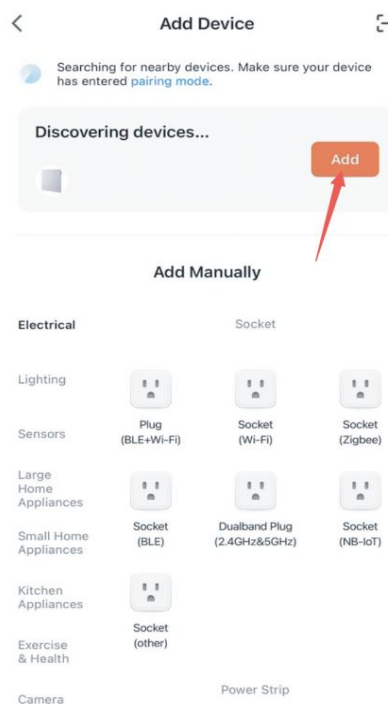

figura B-2
2. Successivamente fare clic su “Aggiungi” nella parte superiore dello schermo, come mostrato nella figura B-2.